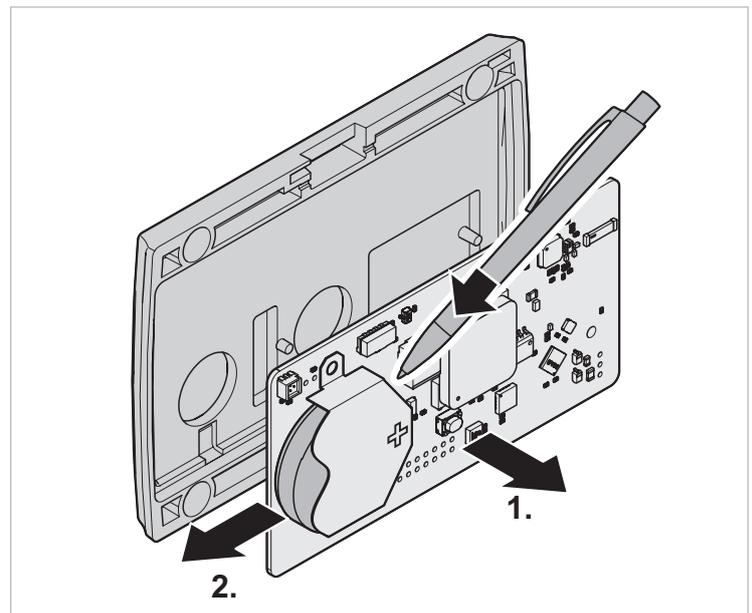

Fig. 15 Batterie herausnehmen
3. Verbrauchte Batterie herausnehmen. Dazu die Batterie mit einem Stift oder Ähnlichem aus dem Batteriefach herausdrücken (2, Fig. 15).